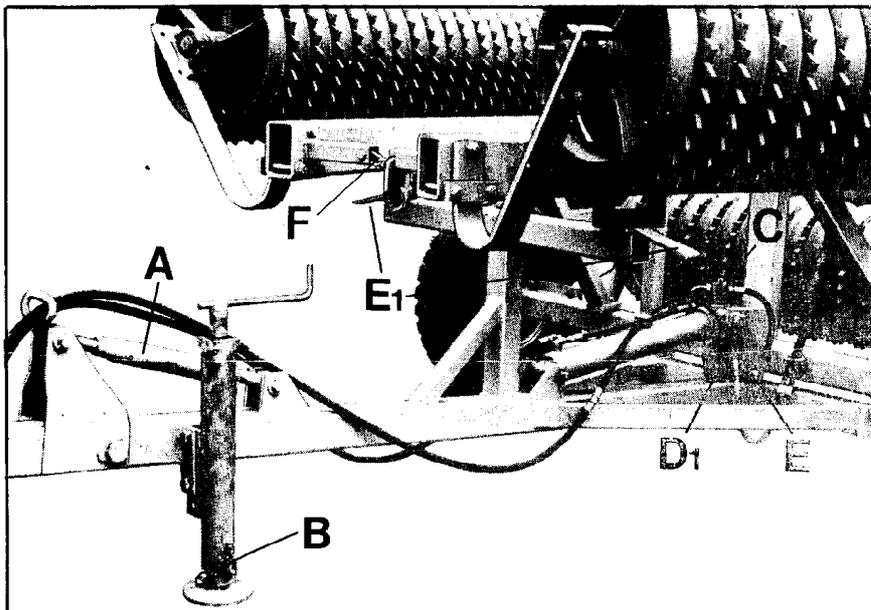
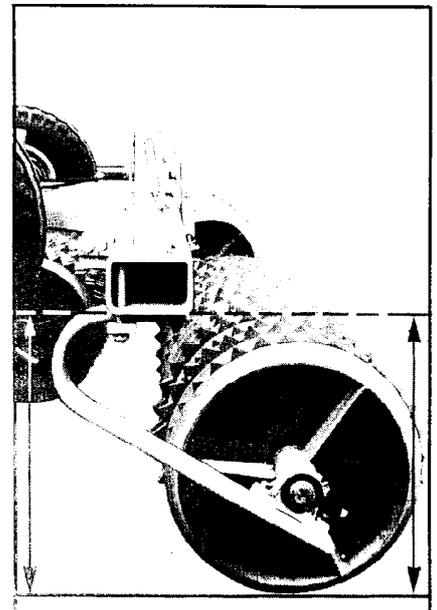

Fig.3
Fig.4
Regolare l'altezza della biella con il piede di appoggio o tenditore a vite (A, Fig. 3).
Dopo l'accoppiamento, regolare il tenditore a vite (A) in modo tale che il profilo del telaio sia parallelo al suolo (vedere Fig. 4).
Alzare il piede di appoggio (alzato in posizione di trasporto e di lavoro), fissare la levetta della spina (B, Fig. 3) tra le spine di fissaggio, per evitare possibili torsioni.
Spostare in avanti il contrasto (per il sollevamento delle parti), vedere D1 (Fig. 3 + 6).
Importante: Regolare la vite del contrasto in modo che le parti laterali che si bloccano incontrino il rullo sulle barre d'urto E1 (Fig. 3).
Fissare con la catenina F (Fig. 3)
Disinserire la sicurezza di trasporto - catenina F (Fig. 3)
Regolare il portaprofilo del telaio parallelo al suolo (in direzione di marcia, vedere Fig. 4) - con tenditore a vite A (Fig. 3).
bloccata - fissata con la catenina (F, Fig. 3).